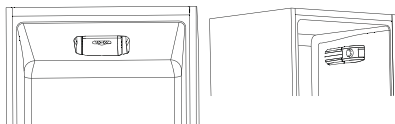

Fig.4
• A unidade do termostato para controlo do aparelho está localizada dentro do compartimento frigorífico (Fig.4). Gire o botão do termostato do termostato para além da posição "0". A luz fica acesa quando a porta do frigorífico está aberta.